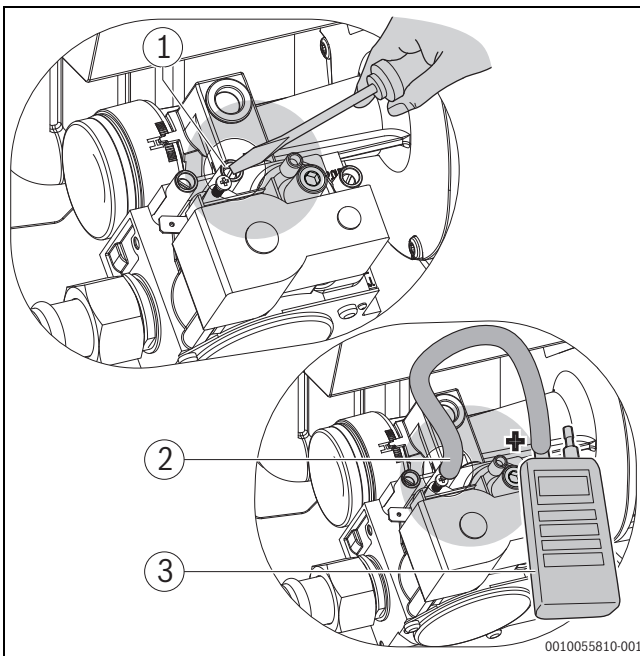

Bild 41 Gas-Luft-Verhältnis kontrollieren und einstellen
- ▶ Verschlusschraube am Messnippel um zwei Umdrehungen lösen (→Bild 41).
- ▶ „+“-Anschluss des Druckmessgeräts über einen Schlauch mit dem Messnippel an der Gasarmatur verbinden (→Bild 41).